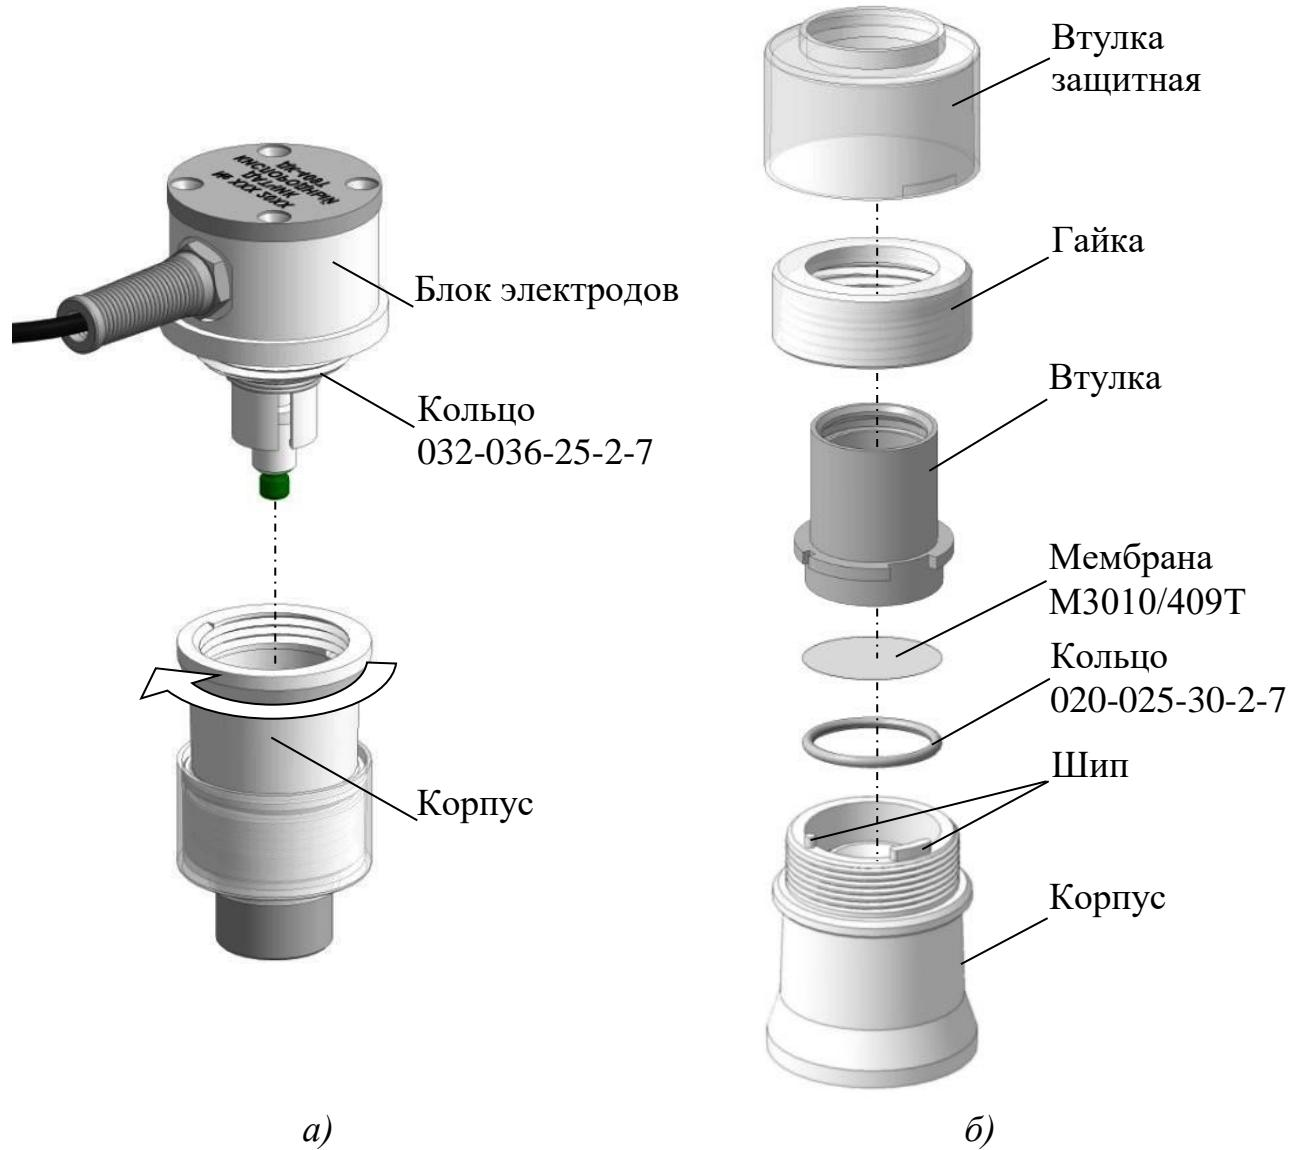

Рисунок 3.1 – Последовательность разборки датчика при замене электролита и мембранны
- отвернуть корпус от блока электродов (рисунок 3.1а);
- извлечь мембрану из корпуса (рисунок 3.1б);